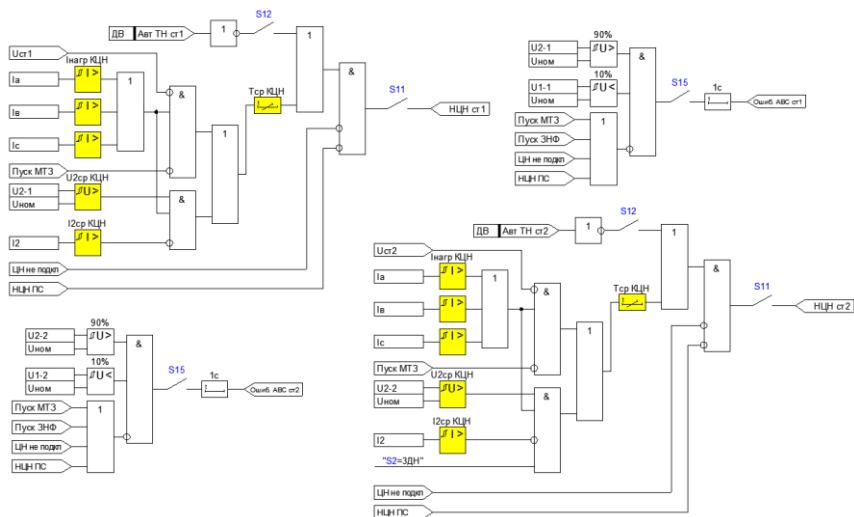

Рисунок 4.1.9 – Функциональная схема контроля ЦН
2) Обрыв цепей напряжения выявляется при одновременном выполнении следующих условий (Рисунок 4.1.9):